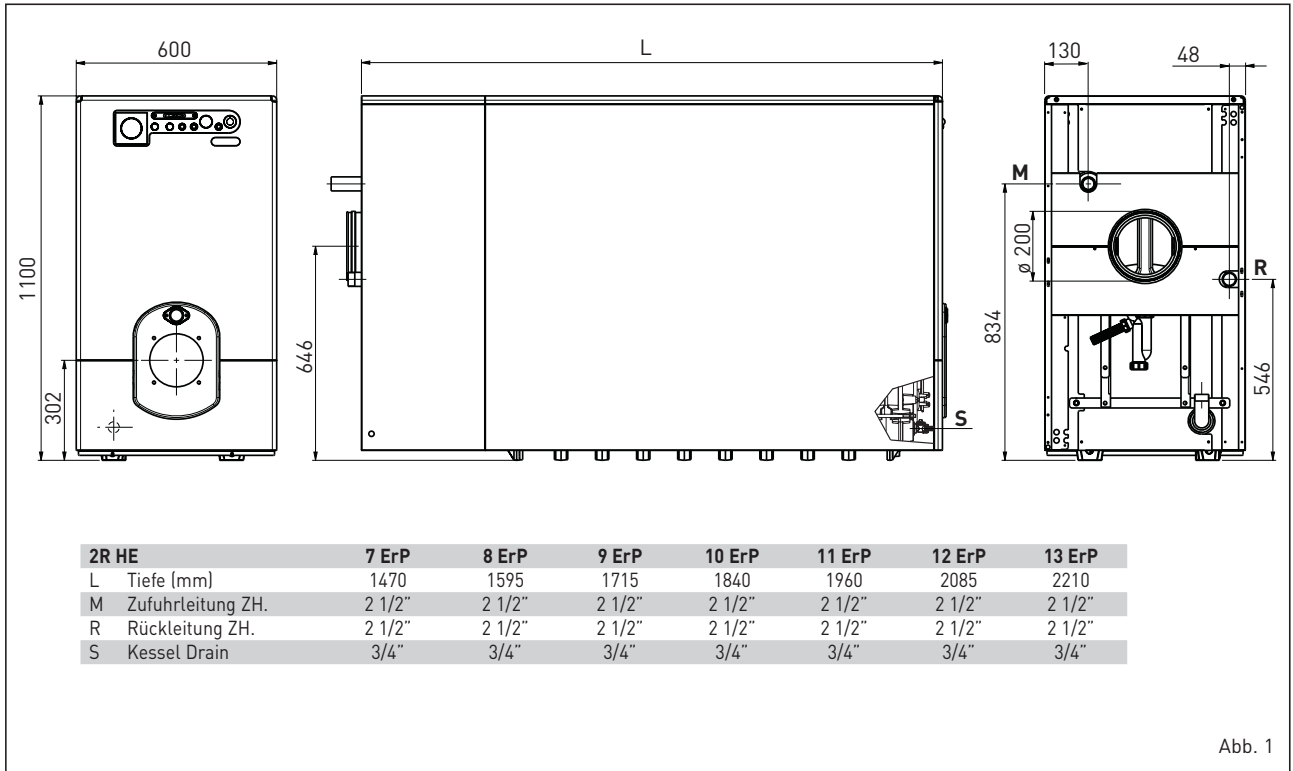

Abb. 1
1.2 AUSSENABMESSUNGEN (Abb. 1)
Bevor Sie die Wasserleitungen anschließen, müssen Sie überprüfen, ob die Hinweise aus Abb. 1 strikt eingehalten wurden. Angesichts der Tatsache, dass diese Anschlüsse einfach zu demontieren sein müssen, verwenden Sie am besten dreiteilige rotierende Verbindungsstücke. Die Anlage muss ein geschlossenes Ausdehnungsgefäß haben.